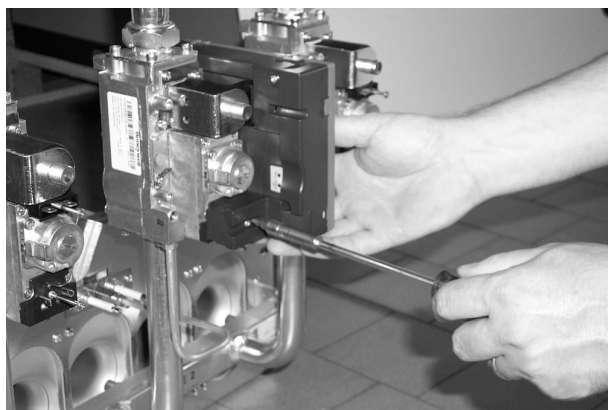
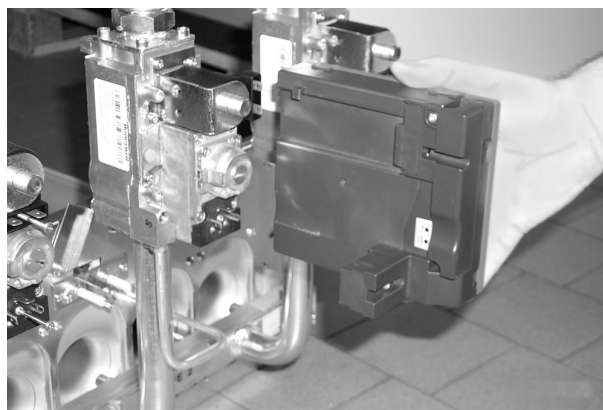

fig. 17
fig. 18
- Svitare le due viti che trattengono la centralina elettronica di controllo fiamma alla valvole gas (fig. 17) e sfilarla da quest'ultima (fig. 18).